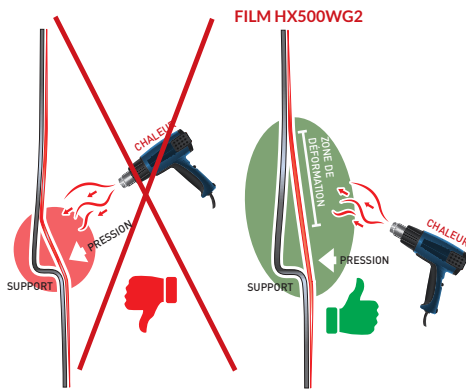

Figure 08
- › Tendre le film sur le support de façon à ce que ce dernier touche les parties en relief. (FIG. 08)